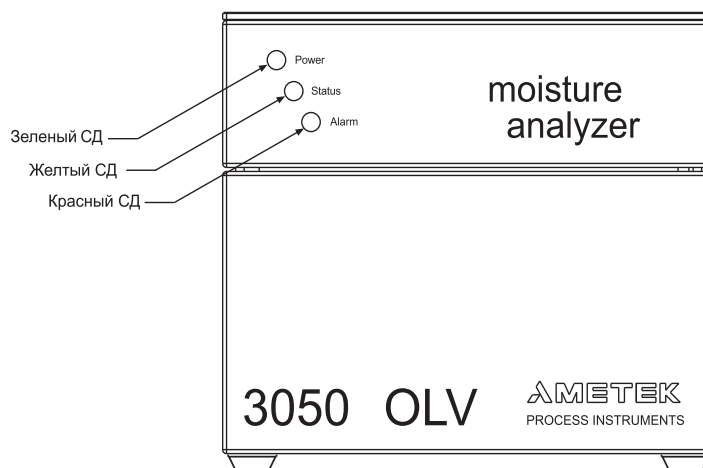

Рис. 3. Светодиоды
Взрывобезопасный корпус – приблизительно 42 x 48 x 46 см плюс зазор для подсоединения анализатора. См. рис. 3.
2. Выполните монтаж системы в выбранном месте и зафиксируйте ее болтами. См. рис. 3.